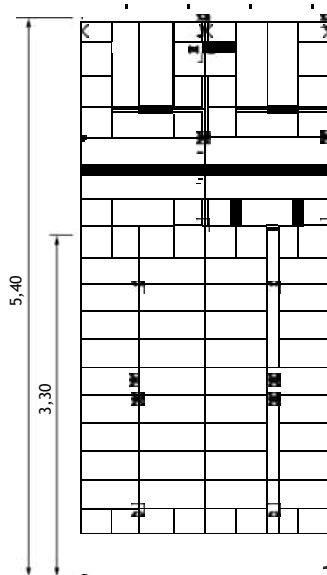

Fig. B1.07a
При елементите за надстрояване направляващата скоба BFD (20) се използва за свързване между тях. (Fig. B1.07a + b)